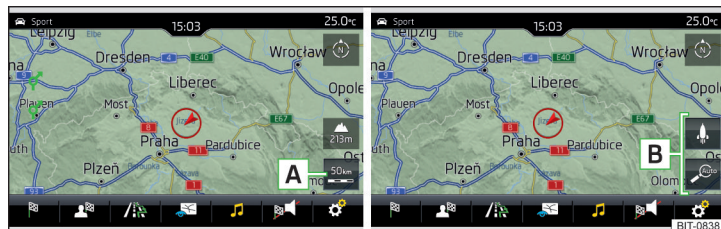

Fig. 169 Suprafețele de comandă funcții pentru modificarea scării hărții
► Atingeți scurt suprafața de comandă funcții **A** » fig. 169.
În zona **B** » fig. 169 sunt afișate suprafețele de comandă funcții pentru modificarea scării hărții.